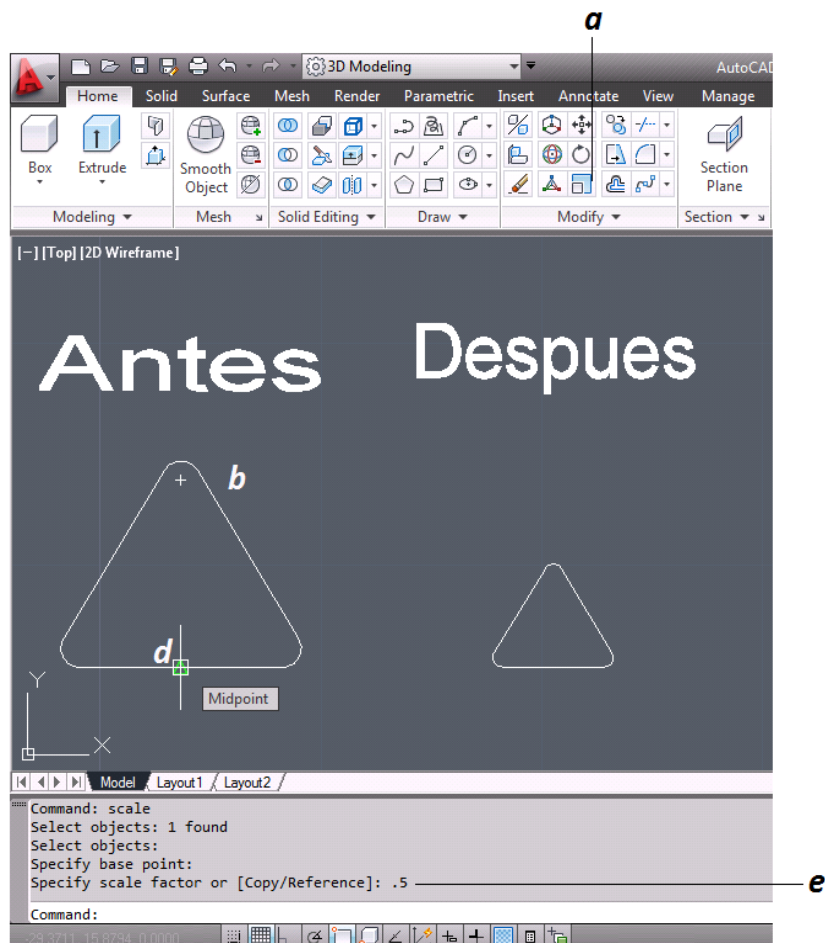

Figura 3.38 Modificación de Entidades “Escala”
- Se selecciona el comando escala y se da enter (*figura 3.38*).
- Se seleccionan las entidades que cambiaran de tamaño (*figura 3.38*).
- Se da enter para no seleccionar más entidades (*figura 3.38*).
- Se selecciona el punto medio de la base como punto de base del escalamiento (*figura 3.38*).
- Se introduce el tamaño de escalamiento, que en este caso será 0.5 (la mitad) y se da enter (*figura 3.38*).